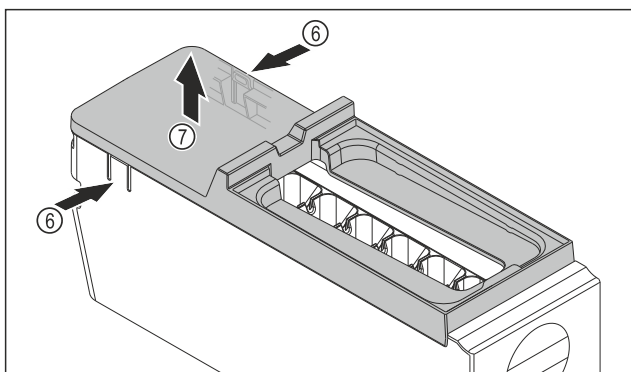

Fig. 213
- Izvadite poklopac tijela sustava EasyTwist-Ice: Pritisnite jezičke Fig. 213 (6) na obje strane tijela sustava EasyTwist-Ice jednom rukom.
- Poklopac Fig. 213 (7) drugom rukom izvučite prema gore.